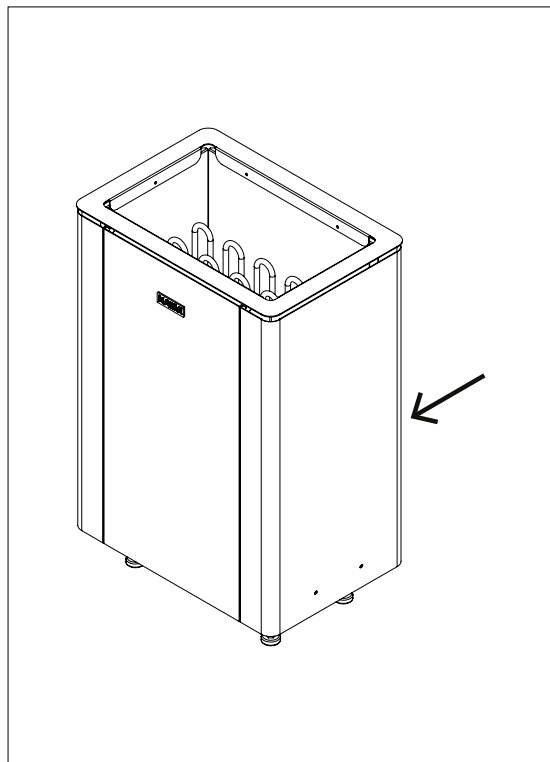

Bild 6.3-3. Huvudbrytarens plats
10. Kontrollera att bastuaggregatets huvudbrytare (I/O) är i läge O (bild 6.3-3).